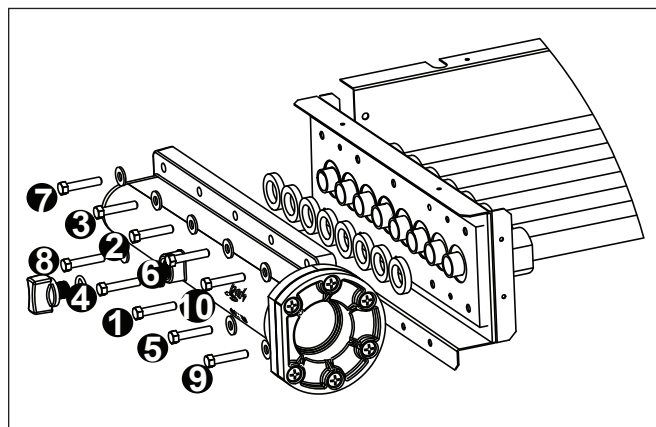

Figura 11. Secuencia para apretar las tuercas del cabezal
10. Quite los diez (10) pernos y arandelas del cabezal de retorno y saque el cabezal del ensamblaje de la tubería.
13. Enrosque los diez (10) pernos y arandelas y ajústelos manualmente.
15. Enrosque los diez (10) pernos y arandelas y ajústelos manualmente.
16. Use una llave dinanométrica para apretar los pernos en cada cabezal a razón de cuatro (4) pies-libras. Los pernos deben apretarse de acuerdo con la secuencia indicada en la Figura 11.